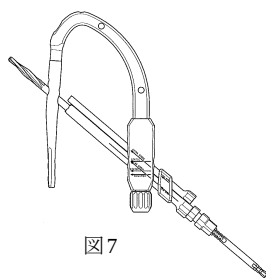

図7
- ターゲットデバイスにラグスクリュー用スリーブを装着し、ステップリーマーを通し、ネイルのラグスクリューホールに干渉しないで通過することをチェックします。（図7）